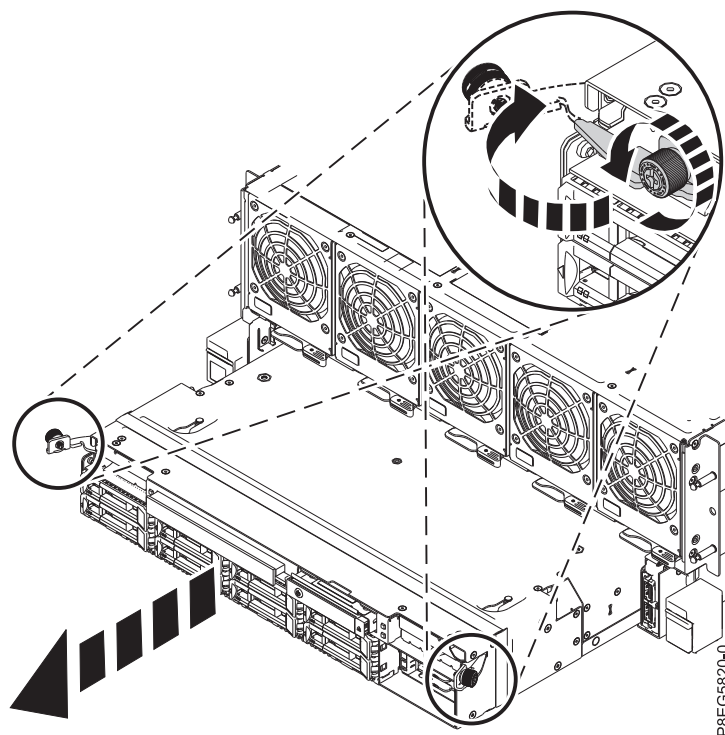

Figure 9. Retrait de l'assemblage RAID du système
2. Tournez les vis moletées situées sur l'assemblage pour les desserrer, comme illustré à la figure 9.